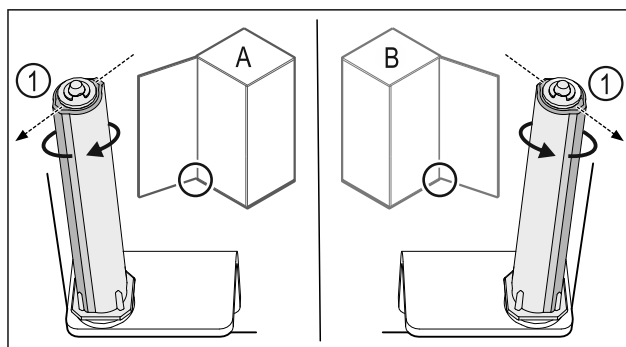

Fig. 36 Feste på venstre side (A) / feste på høyre side (B)
- ▶ Drei lukkesystemet mot motstanden til rillen på lukkesystemet Fig. 36 (1) peker utover.